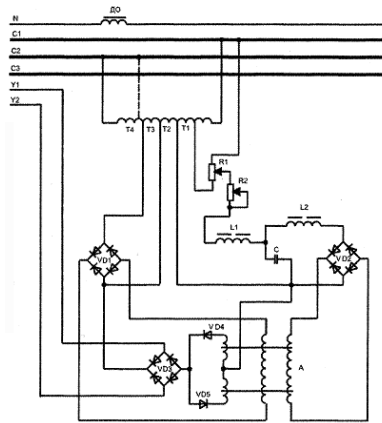

Рис. 2
2. Указать элементы и принцип работы блока коррекции напряжения БК-1 (рис.2), объяснить работу схемы в процессе возбуждения генератора, при подключении и отключении нагрузки.